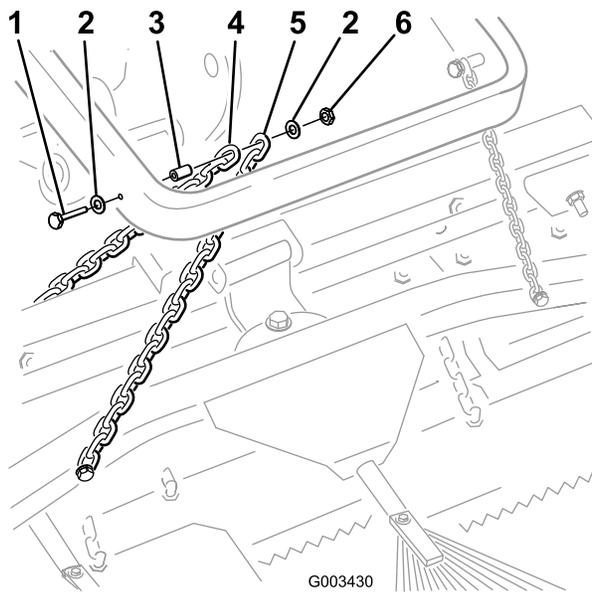

Bild 6
- B. Befestigen Sie jede Kette mit einer Schraube (3/8" - 1/2"), 2 Scheiben (3/8" x 7/8"), einem Distanzstück und einer Bundmutter (3/8") an der Seite des Hubarms, wie in Bild 6 dargestellt.